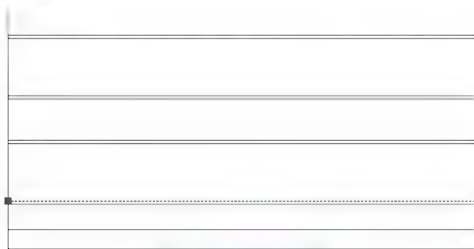

图 4.8 选择首层的窗台线
- (1) 调整视图范围如图 4.8 所示。
- (2) 在命令行无命令的状态下选择首层的窗台线, 则出现蓝色夹点, 如图 4.8 所示。单击左侧的蓝色夹点, 使其变成红色夹点, 然后按两下 Esc 键取消夹点, 这样就将该点定义为相对坐标的基本点。